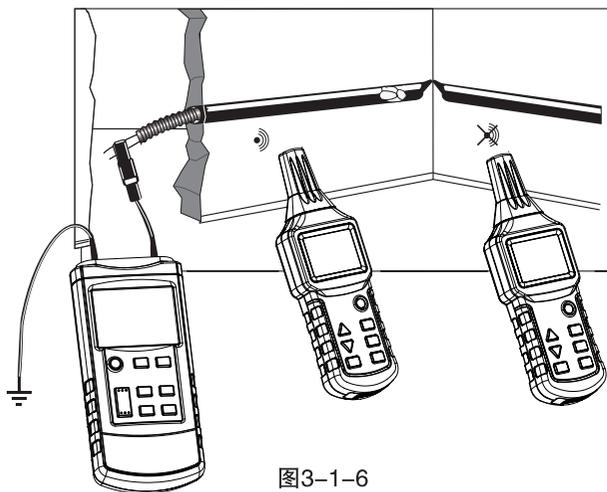

图3-1-6
- 发射机如图3-1-6所示和一金属螺旋管(金属软管或蛇皮管)及一辅助地线相连;